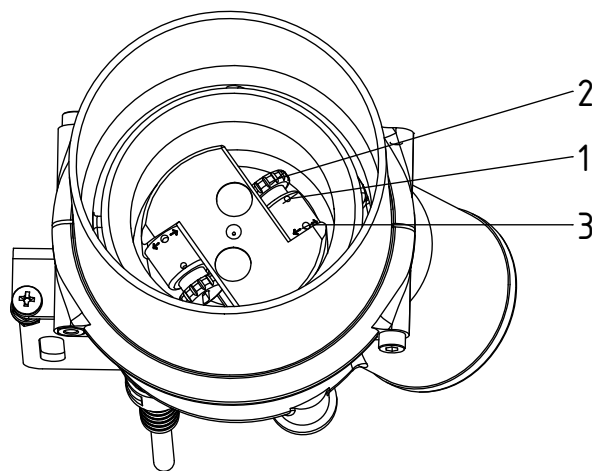

Abb. 8:
- Ausblaswinkel  $\alpha$  mit einem 1,5 mm Innensechskantschlüssel einstellen (siehe Abb. 8, Pos. 3).